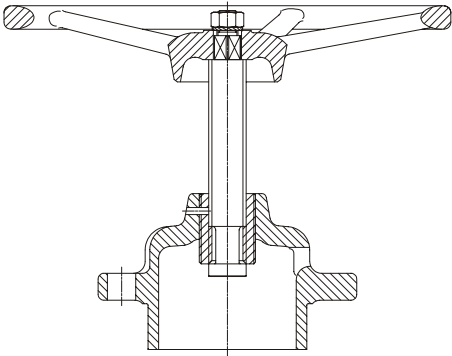

Fig. 6
- Bloquer le chapeau et dévisser l'écrou de tige à l'aide de la tige et du volant - **voir page 11, Fig. 6**